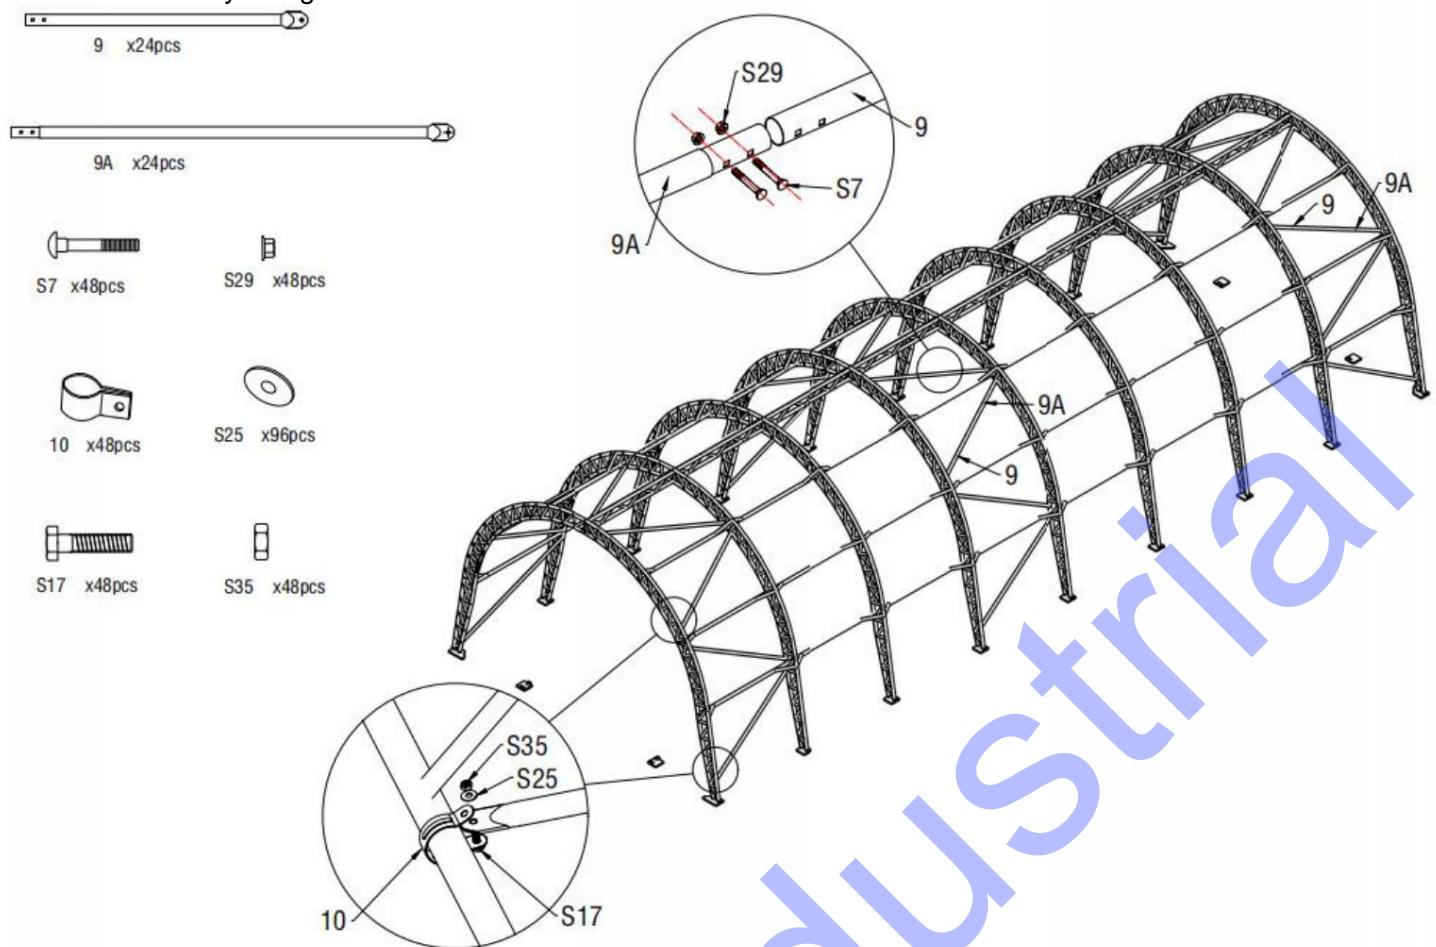

Figure 10
6. Comme le montre la figure 10, trouver le tube femelle de support diagonal (n° 9) et le support diagonal Tube mâle (n° 9A) et assemblez chaque tube de support de groupe avec un boulon de carrosserie M8x60 (n° S7) et écrou à bride M8 (n° S29). Raccordez ensuite le tube de support diagonal à arc en utilisant le clip (n°10).